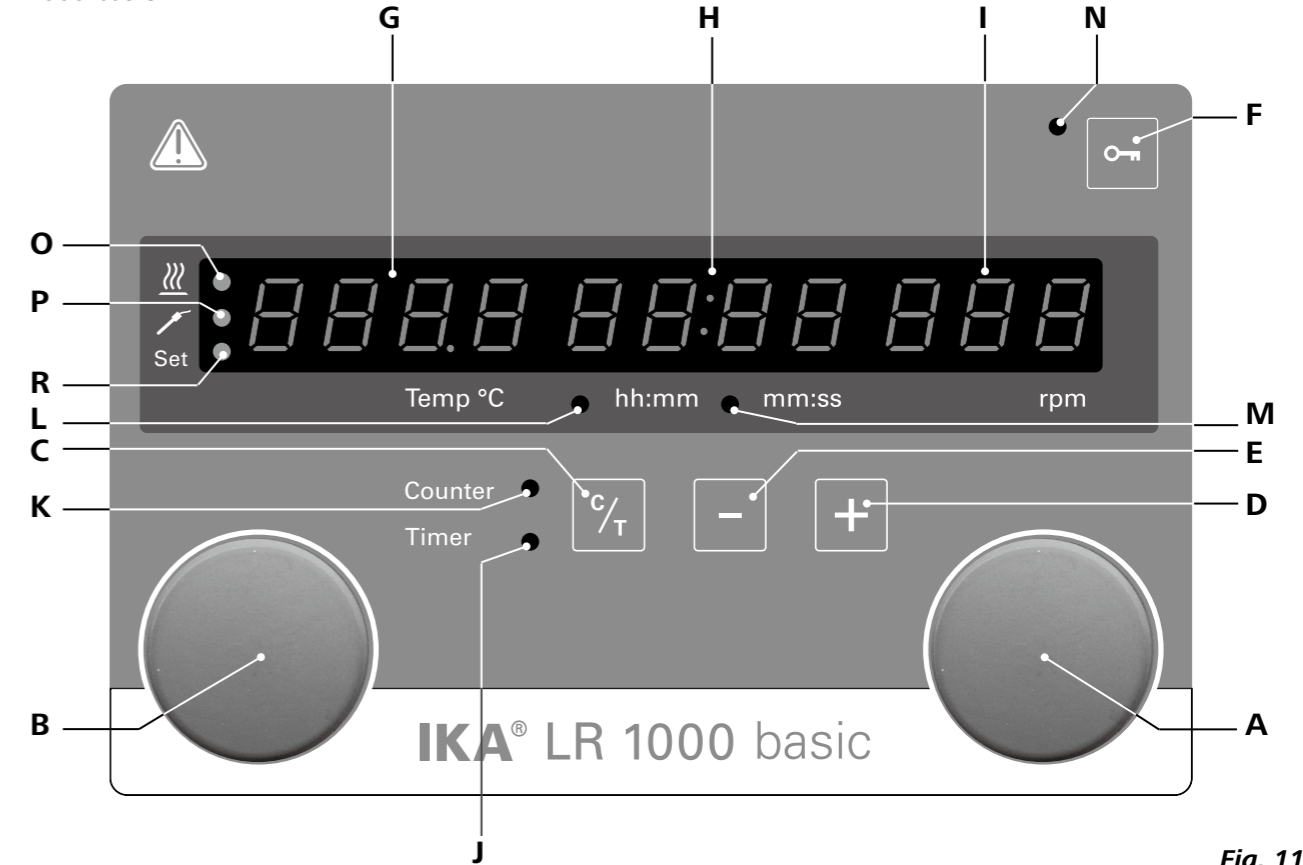

Fig. 11
가압/회전 노브(A)를 돌리면 속도 값을 조정할 수 있습니다. 오른쪽의 회전/가압 노브 (A, Fig. 11 참조)를 눌러 교반 기능을 활성화합니다. 회전/가압 노브 (B)를 돌려 온도 값을 조정할 수 있습니다. 왼쪽의 회전/가압 노브 (B, Fig. 11 참조)를 돌려 가열 기능을 활성화합니다.